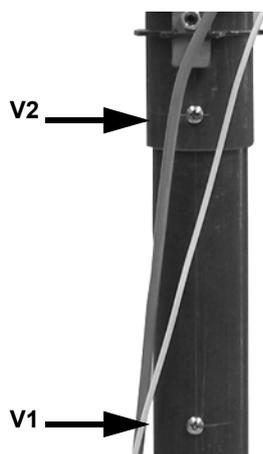

Fig. 13
- 1 Rimuovere le viti **V1** e **V2** indicate in Fig. 13.